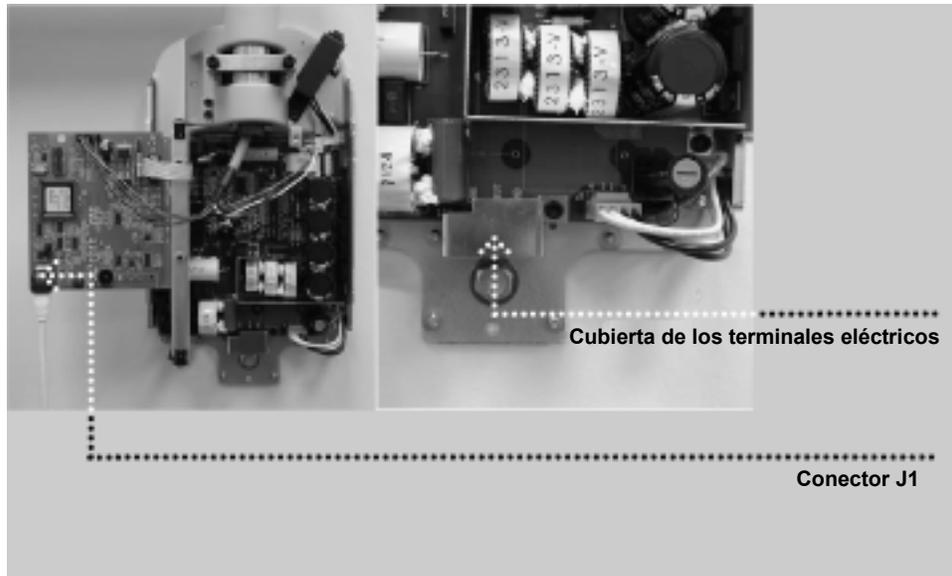

Figura 30
1. Con una llave Allen de 3 mm, retirar la cubierta de la placa de terminales de alimentación eléctrica en la base del tablero de control de alimentación eléctrica para tener acceso a los terminales eléctricos, como se muestra en la *Figura 30*.
3. Conectar el otro lado del cable al punto J1 de la placa de control de alimentación eléctrica (30-08160) como se muestra en la *Figura 30*.